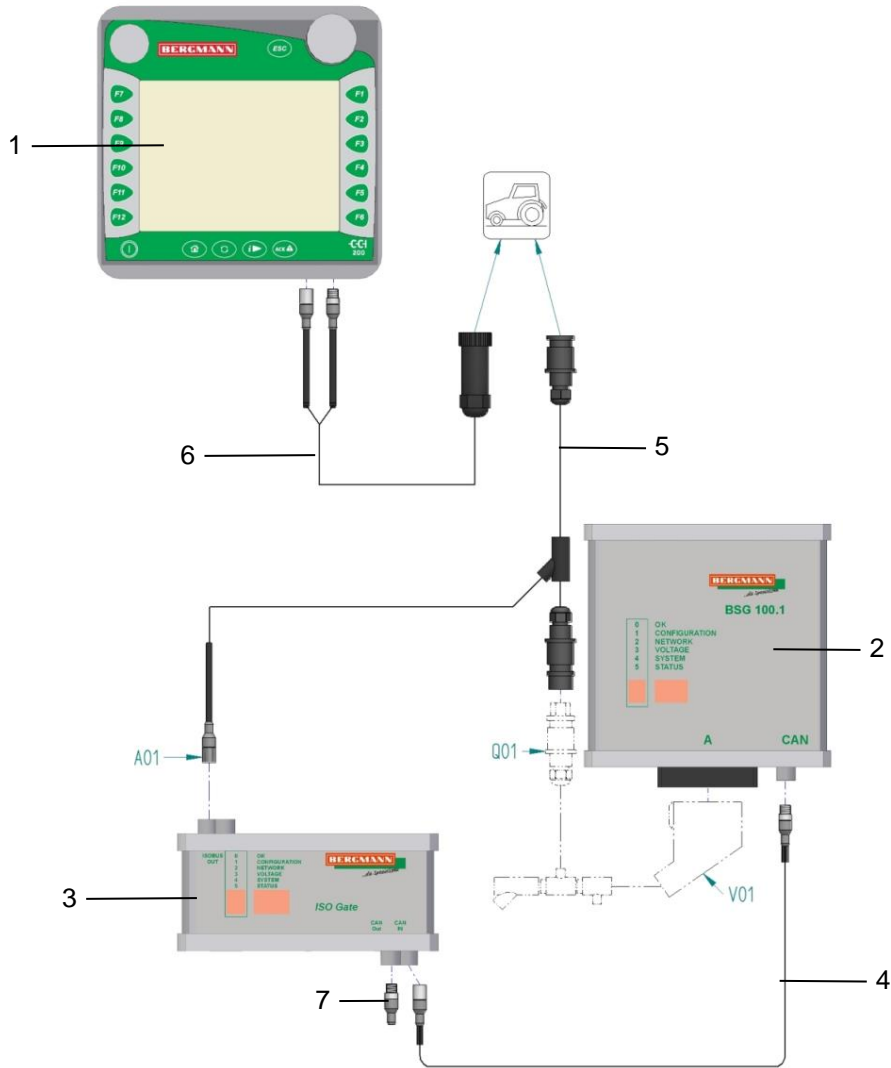

Bild 5: Anschlusschema des Terminals CCI50 / CCI200 mit BSG100 + ISO-GATE
- Verbinden Sie das Steuergerät BSG100 (Bild 5 / Pos.2) mit dem Steuergerät ISO-GATE (Bild 5 / Pos.3) mittels Verlängerungskabel CAN-BUS (Bild 5 / Pos.4) unter Berücksichtigung der nachfolgenden Daten:
- Verbinden Sie die Anschlüsse des Versorgungskabels (Bild 5 / Pos.5) mit den entsprechenden Anschlüssen des Kabelbaums, des Steuergerätes ISO-GATE (Bild 5 / Pos.3) und der Stromversorgung am Traktor unter Berücksichtigung der nachfolgenden Daten:
- Verbinden Sie die Anschlüsse des Anschlusskabels (Bild 5 / Pos.6) mit den entsprechenden Anschlüssen des Terminals (Bild 5 / Pos.1) und des Traktors unter Berücksichtigung der nachfolgenden Daten:
- Verbinden Sie den Abschlusswiderstand (Bild 5 / Pos.7) mit dem Steuergerät BSG ISO-GATE (Bild 5 / Pos.3) unter Berücksichtigung der nachfolgenden Daten: